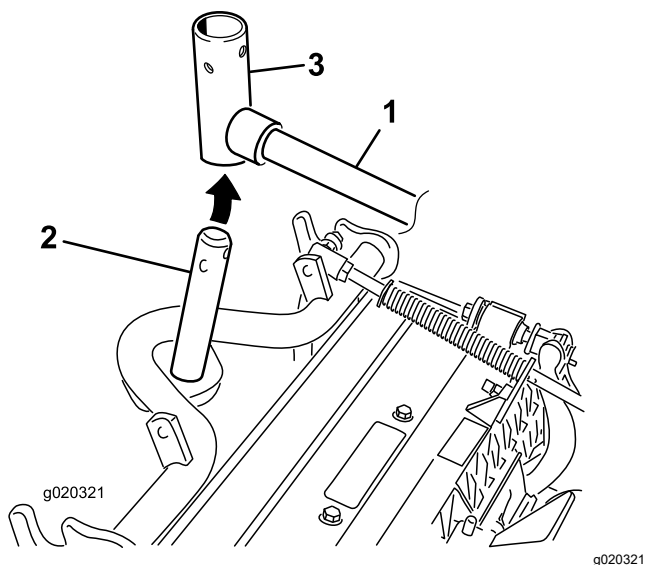

Figura 10
10. Per gli elementi di taglio anteriori, infilate un elemento di taglio sotto il braccio di sollevamento mentre inserite l'albero del telaio portante nella forcella di articolazione del braccio di sollevamento (Figura 10).
- B. Inserite la forcella del braccio di sollevamento nell'albero del telaio portante (Figura 10).